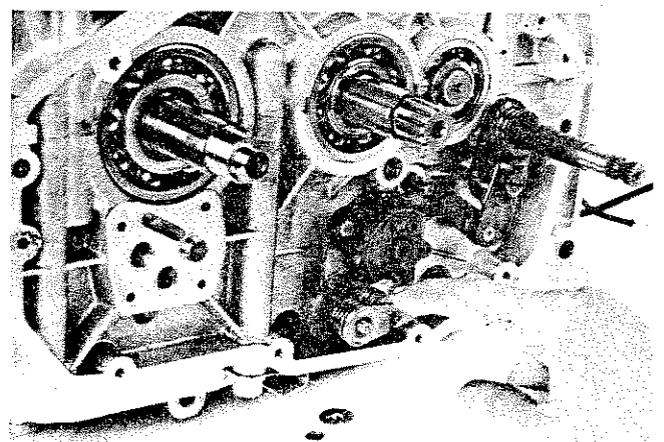

Fig. 142
- 4) Svitare il dado (F) con rondella e smontare i due bracci porta rullo scatto marce (G), la molla ed il distanziale. I due bracci sono uguali e possono essere montati senza distinzioni (Fig. 142).
- 4) Undo nut F, remove the washer, remove the two gear selector drum operating arms G, the spring and the spacer. The two arms are identical and can be fitted without any distinctions (Fig. 142).